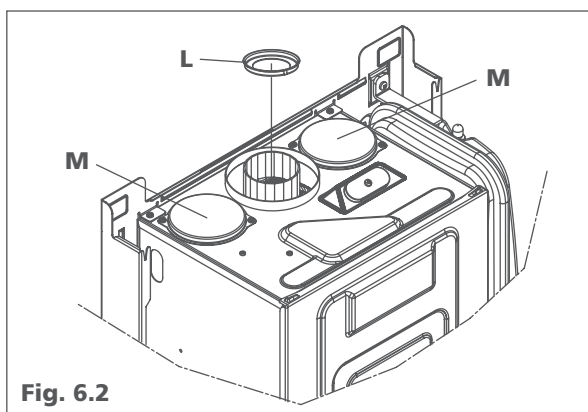

Fig. 6.2
La caldaia viene fornita predisposta per essere collegata a condotti di scarico/aspirazione coassiali e con l'apertura per l'aspirazione aria (M) chiusa (fig. 6.2). Gli scarichi coassiali possono essere orientati nella direzione più adatta alle esigenze del locale, rispettando le lunghezze massime riportate in tabella. In figura 6.3 sono riportate le quote di riferimento per la tracciatura del foro attraversamento muro (Ø 105 mm). Secondo la lunghezza dei condotti utilizzata, è necessario inserire una flangia scegliendola tra quelle contenute in caldaia (vedi tabelle riportate di seguito).